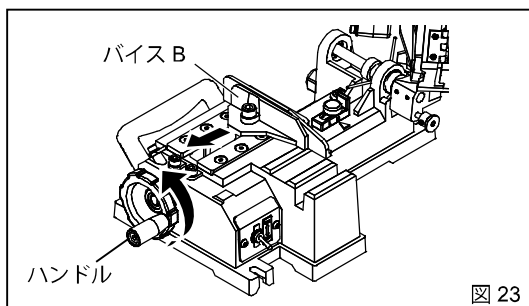

図 23
① ハンドルを反時計方向に回し、送りねじのロックを解除した後、切断材料を置くことができる程度までバイス B を移動させます。(図 23)